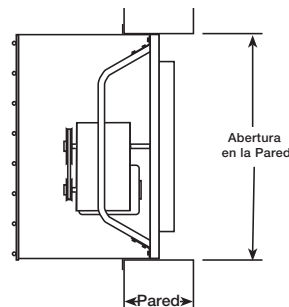

Figura 5 — Instalación de Ventilador Dentro de la Pared con Protector Directo a la Pared
- c. La Figura 5 muestra la instalación del ventilador adentro de la pared para ventiladores aspirantes. Primero monte el ventilador adentro de la pared. Luego monte el protector en la pared.